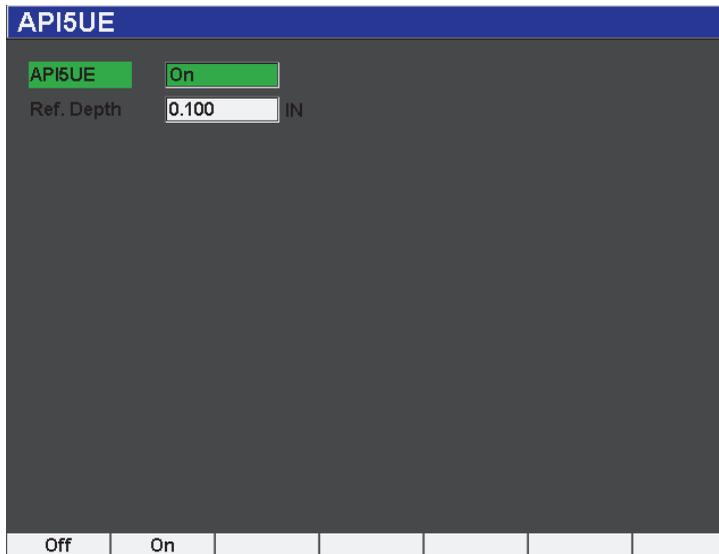

Figure 12-22 Configuration de l'option API 5UE
2. Dans le menu **API5UE**, sélectionnez **API5UE = On** (API5UE = Activé) [voir la Figure 12-22 à la page 262].